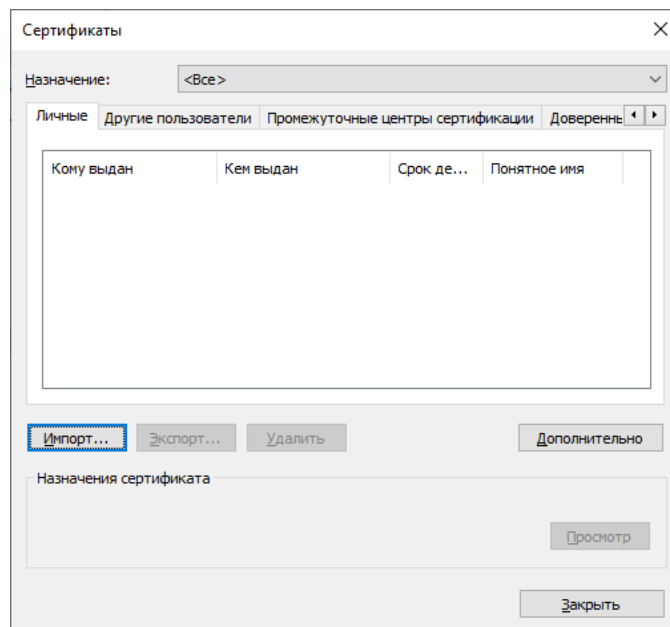

Рисунок 17 – Окно «Сертификаты»
6. После запуска certmgr.exe будет открыто окно «Сертификаты». Необходимо нажать кнопку «Импорт» (см. рисунок 17).